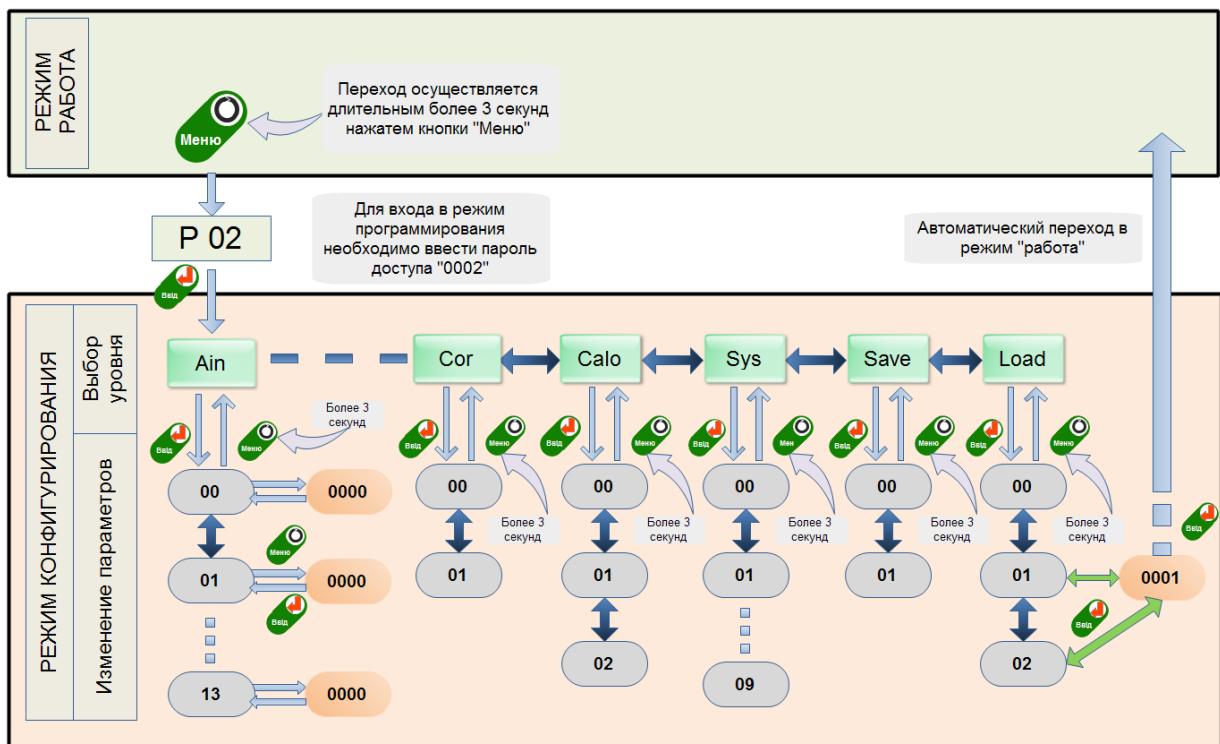

Рисунок 4.2 - Диаграмма уровней режима конфигурации и настроек
- Параметры, используемые в индикаторе ИТМ-16Н, сгруппированы в уровни и представлены на диаграмме – см. рисунок 4.2.
В дальнейшем по тексту руководства идет ссылка на параметр в виде XXXX.YY (например SAVE.00), где XXXX – название УРОВНЯ, а YY – номер пункта меню (смотри рисунок 4.2).